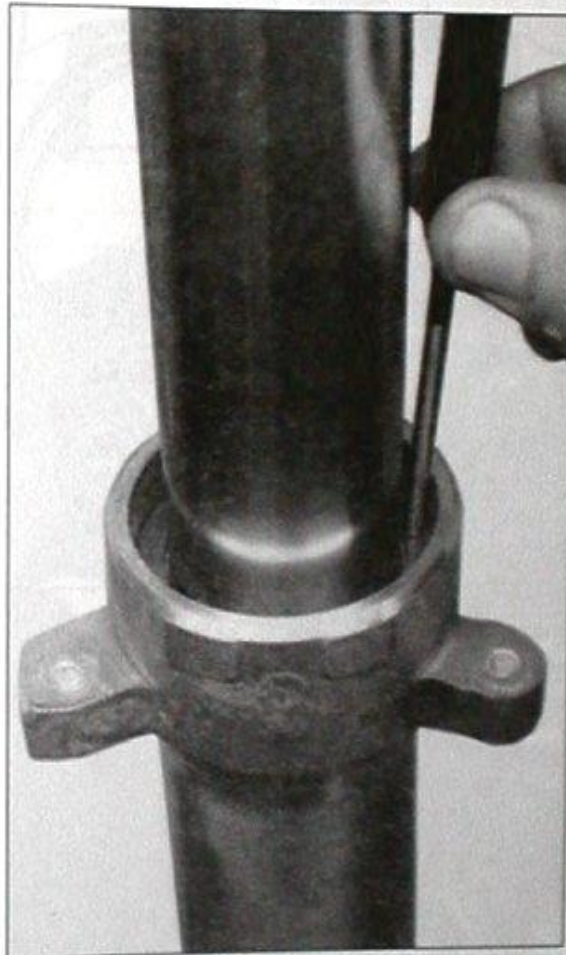

Bild 278
- Buchse zusammen mit Stützring mit passendem Rohrmaterial oder schrittweise über Kreuz mit langem Dorn eintreiben (Bild 278). Vorsicht, Standrohr nicht mit Dorn zerschrammen!